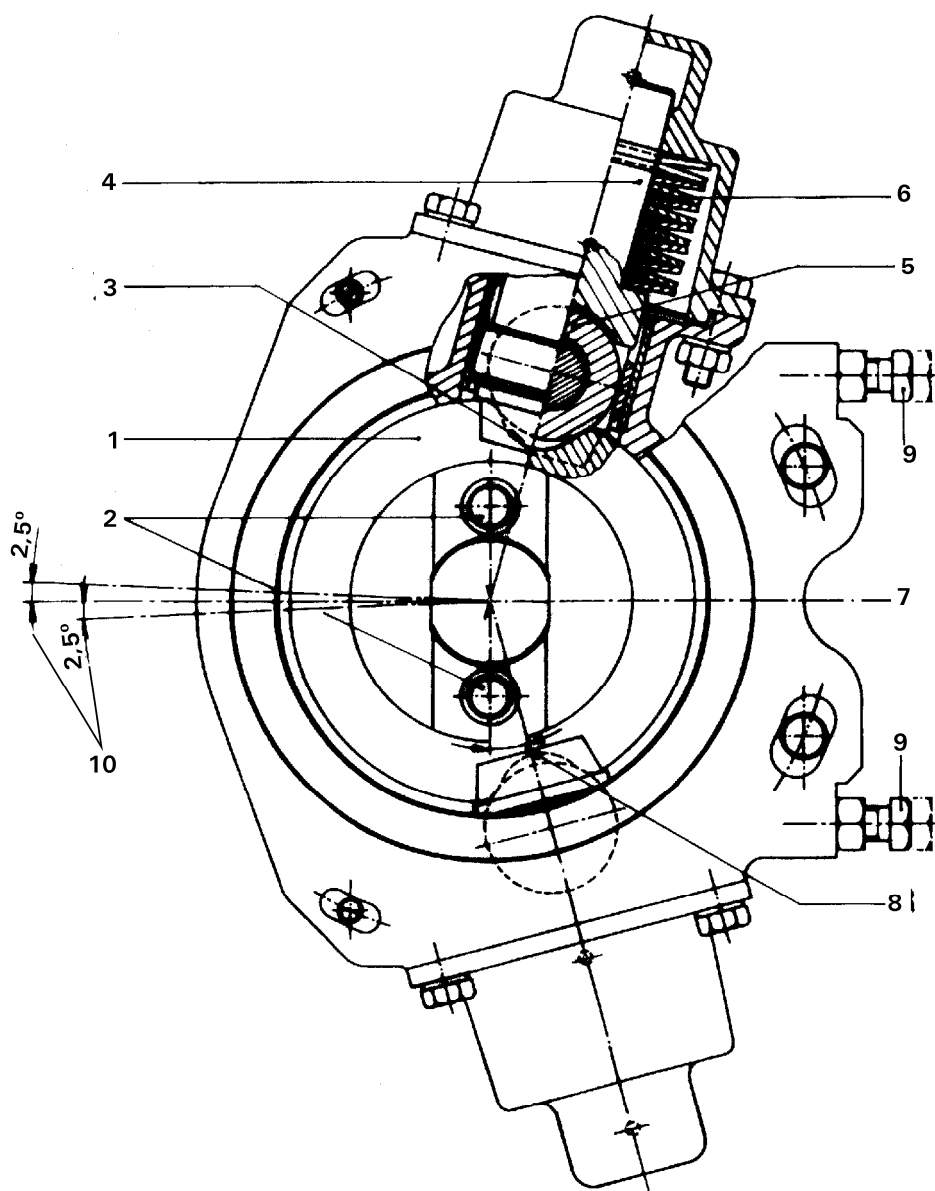

Figura A-10. Dispositivo de centrado
Dentro de la caja del dispositivo de centrado se encuentra un disco de levas (1, Figura A-10) el cual está unido en unión positiva al muñón inferior del dispositivo de choque y tracción. De tal manera los movimientos horizontales del enganche se transmiten al disco de levas. El disco de levas (1) tiene dos entalladuras (3) laterales. Los émbolos (4) con rodillos (5) son presionados en las entalladuras por los resortes de disco (6), manteniendo de este modo el enganche siempre en posición fija con relación al eje longitudinal del vehículo.